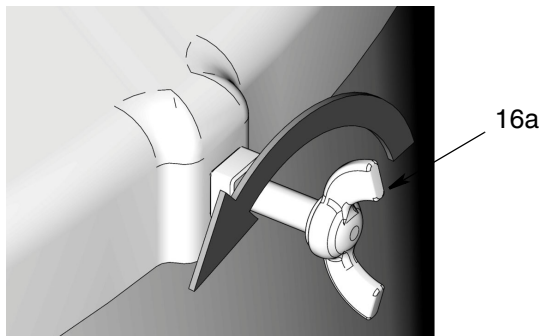

Рис. 23
2. Ослабьте винты-барашки (16а) и снимите крышку бочки (16) (Рис. 23).